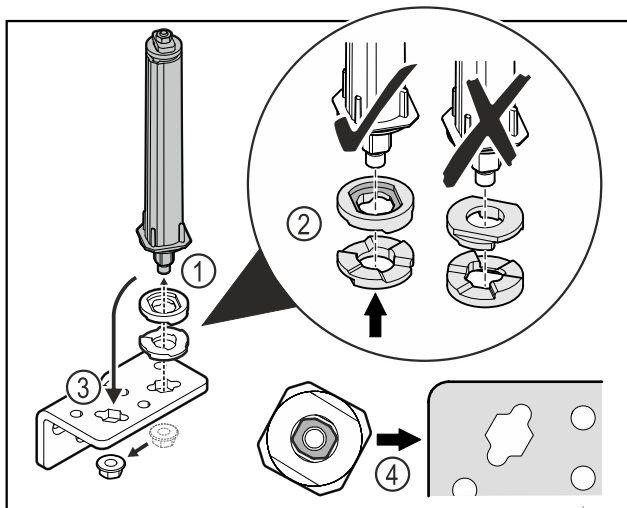

Fig. 31
- Desfaceți piulița și îndepărtați sistemul de închidere a ușii Fig. 31 (1).
- Aveți în vedere alinierea corectă a șaibelor de reglaj pe înălțime Fig. 31 (2).
- Mutați sistemul de închidere a ușii în colțarul balamalei și fixați cu piulița Fig. 31 (3).
- La utilizare aveți în vedere alinierea corectă a sistemului de închidere a ușii Fig. 31 (4).